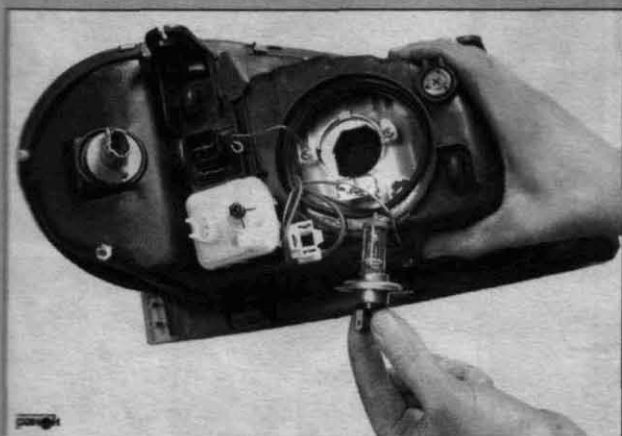

Рис. 6.27. Замена лампы дальнего/ближнего света
- в подкапотном пространстве на тыльной стороне блок-фары повернуть защитную крышку-колпак против часовой стрелки и снять ее (рис. 6.27). Для наглядности процесс показан на демонтированной блок-фаре;